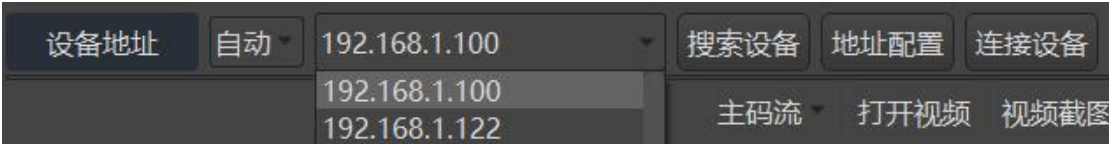

图 10 搜索设备
- (1) 自动搜索：点击 **搜索设备**，出现设备 IP 地址，如有多台设备，在下拉框里选择需要查看的设备 IP 地址，如图 10 所示。